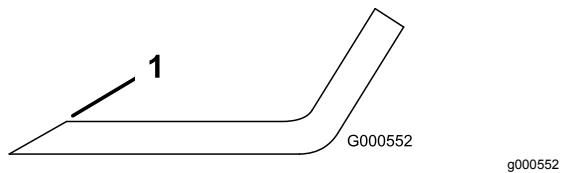

図 69
1. ブレードは、両端部の刃先をやすりで磨く図 69。
注 もし傾くようなら、重い方のセイル部を少し削って調整します図 69。